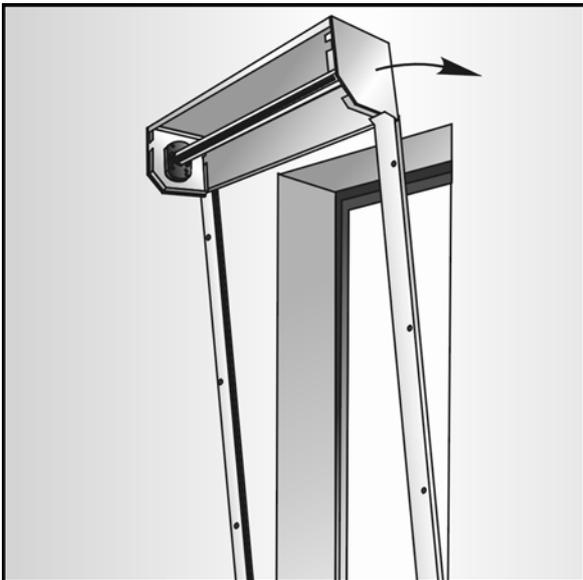

Abb. 2.17
- bei der Montage vor der Öffnung ist das Gerüst an die Einfassung der Öffnung anzulegen (Abb. 2.17);